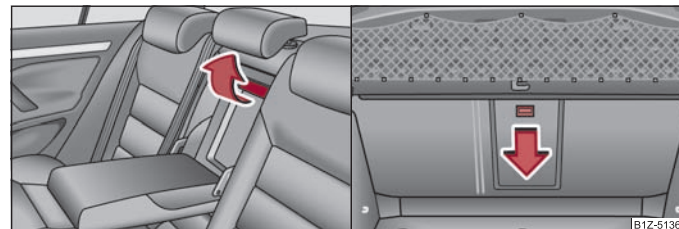

Fig. 100 Bancheta spate: Mănerul capacului/Portbagajul: Tasta de deblocare
- Trageți mânerul până la limită în sus și rabatați capacul în jos ⇒ **pagina 85, fig. 100** - stânga.
- Împingeți tasta de deblocare ⇒ **pagina 85, fig. 100** în jos și rabatați capacul (cu cotiera) în față.